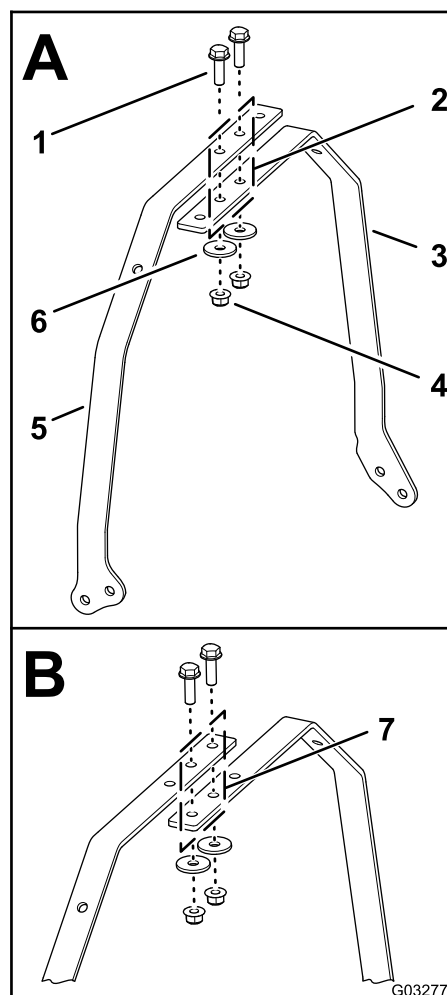

图6
- **Flex 和 eFlex 1800 系列机器**——将距离左灯条带和右灯条带直端最远的 2 个孔对准 (图 6 中的 A)。
- **Flex 和 eFlex 2100 系列机器**——将距离左灯条带和右灯条带直端最近的 2 个孔对准 (图 6 中的 B)。